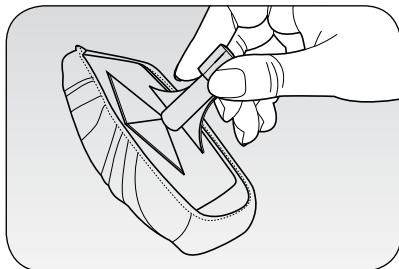

Fig. 5
De stofborstel die op de adapter (12) aangesloten moet worden kan zowel op het pistool (C) als op de verlengbuizen (9) aangesloten worden. Door de eenvoudig te plaatsen doek (10) te gebruiken kan de borstel worden gebruikt voor het dagelijkse afstoffen van bankstellen, stoelen, dekens, materassen en kussens (Fig. 5) Met de borstel is het ook mogelijk om stooffen te verfrissen en iedere vouw te verwijderen.